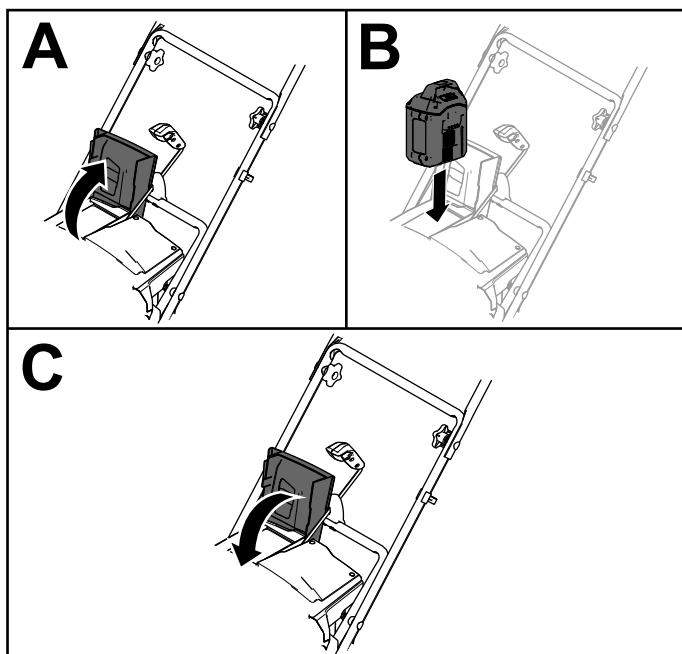

Figura 9
2. Eleve a tampa do compartimento da bateria (A de Figura 9).
3. Alinhe a cavidade da bateria com o ressalto na máquina e deslize a bateria para o compartimento até que encaixe no sítio (B de Figura 9).
4. Feche a tampa do compartimento da bateria (C de Figura 9).